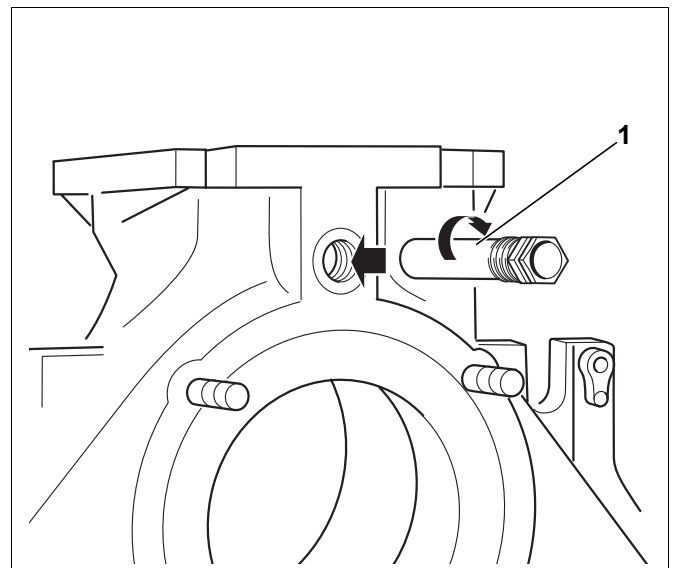

Fig. 25 Montaggio del pozzetto ad immersione
- Ermetizzare il pozzetto ad immersione R $\frac{3}{4}$ dal lato posteriore della caldaia (lunghezza: 110 mm) nel foro filettato R $\frac{3}{4}$ dell'attacco di mandata (fig. 25, [1]).